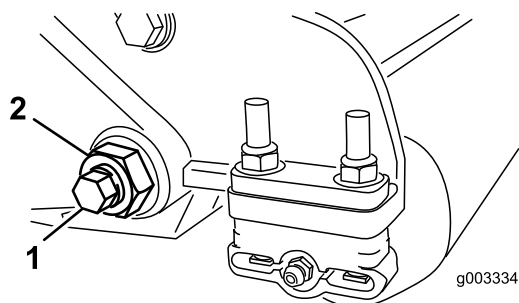
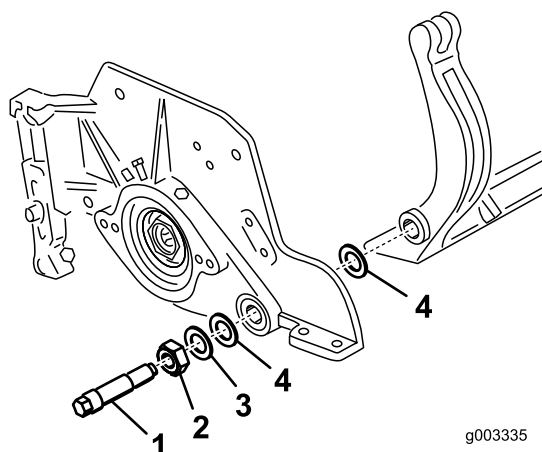

Figura 35
Figura 36
3. En cada lado de la máquina, afloje la contratuerca que fija el perno de la barra de asiento (Figura 35).
4. Retire cada perno de la barra de asiento, para poder tirar de la barra hacia abajo y retirarla de la máquina (Figura 35). Guarde las 2 arandelas de nylon y la arandela de acero troquelado de cada extremo de la barra de asiento (Figura 36).
**Nota:** Debe colocarse una arandela de nylon en cada lado del saliente de la chapa lateral. Coloque una arandela de acero por fuera de cada arandela de nylon (Figura 36).